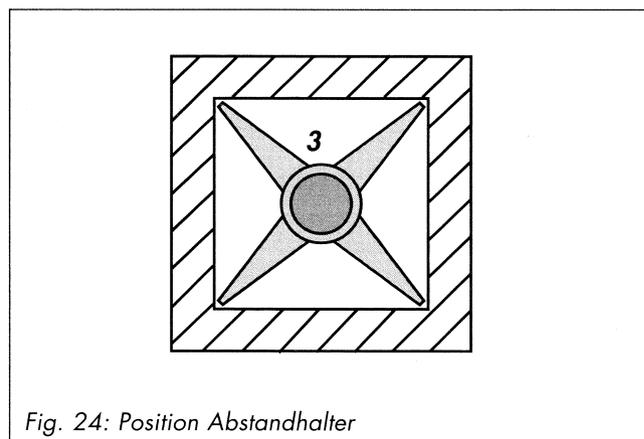

Fig. 24: Position Abstandhalter
- Zwei Abstandhalter **3** auf das erste Rohrstück diagonal versetzt bis unter die Muffe schieben (siehe Fig 24) - Abstandhalter wenn nötig kürzen.